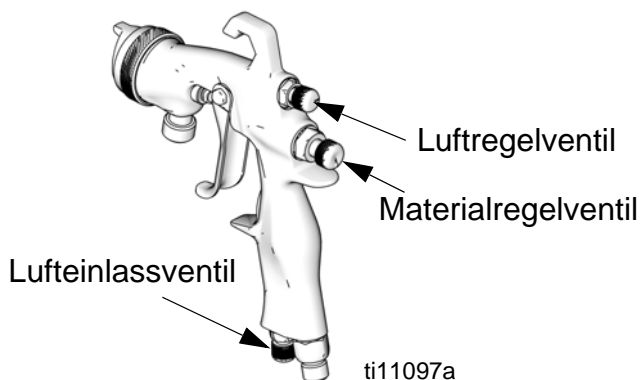

ABB. 3
2. Um ein volles Spritzbild zu erzielen, das Luftregelventil durch Drehen des Knopfes bis zum Anschlag gegen den Uhrzeigersinn öffnen. Siehe ABB. 3.
3. Für ein rundes Spritzbild die Spritzbildluft durch Drehen des Luftregelventils bis zum Anschlag im Uhrzeigersinn abschalten. Siehe ABB. 3.